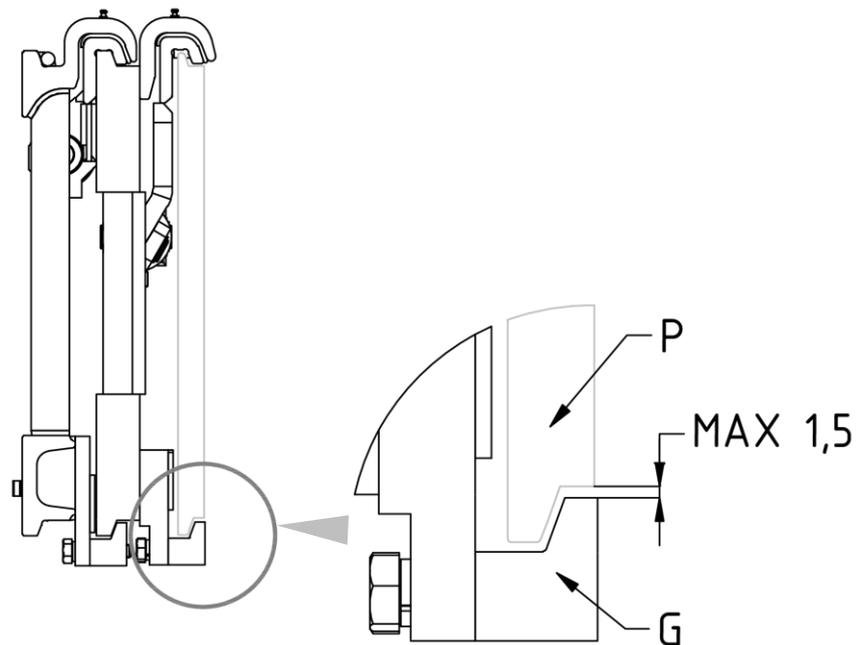
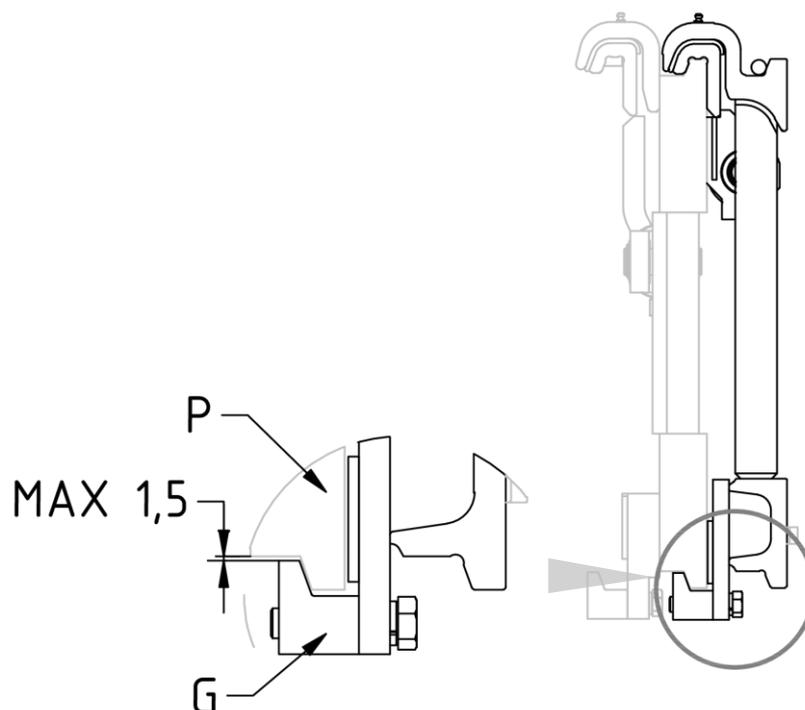

Figura 6
Figura 10
9. Riavvitare i 2 ganci inferiori G in modo che il corpo di questi rimanga agganciato anche inferiormente alla piastra porta forche P (con gioco max. 1,5mm, vedi dettaglio *Figura 6*), serrando con coppia di serraggio indicata nella *Tabella 3*.
6. Riavvitare i 2 ganci inferiori G in modo che il corpo di questi rimanga agganciato anche inferiormente al profilo inferiore (P) della struttura posteriore (con gioco max. 1,5mm, vedi dettaglio *Figura 6*), serrando con coppia di serraggio indicata nella *Tabella 3*.
4. Controllare il gioco fra la parte inferiore della piastra porta forche e i ganci inferiori dell'attrezzatura, verificando che sia come indicato in *Figura 6* (pag.12) e *Figura 10* (pag.15), e, eventualmente, intervenire sul serraggio delle viti che li sorreggono.